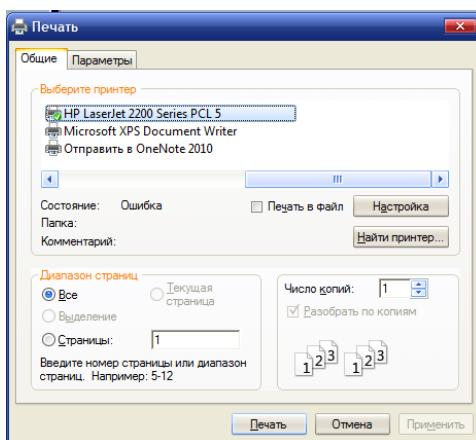

Рисунок 3.11 Меню друку функціональної схеми чи таблиці параметрів
- **Печатка.** Для друку поточної функціональної схеми чи таблиці параметрів (рис. 3.11)